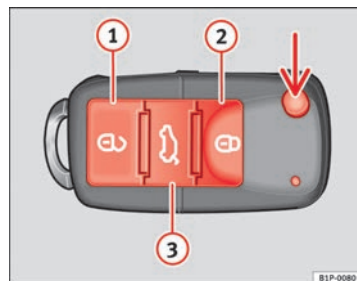

Fig. 64 Teclas de la llave con mando a distancia
Con la tecla ⇒ fig. 64 (flecha) del mando, se desbloquea el paletón de la llave.
Desbloqueo del vehículo ⇒ fig. 64 ①.
Bloqueo del vehículo ⇒ fig. 64 ②.
Desbloqueo del portón trasero. Pulse la tecla ⇒ fig. 64 ③ hasta que todos los intermitentes del vehículo parpadeen brevemente. Al pulsar la tecla de desbloqueo ③, dispone de 2 minutos para abrir el portón. Una vez transcurrido este tiempo se bloqueará de nuevo.
Además, el testigo de la pila de la llave ⇒ fig. 64, parpadea.
Pulsando una vez la tecla ⇒ fig. 64 ①, se abrirá sólo la puerta del conductor, permaneciendo el resto cerradas.
Pulsando dos veces la tecla  ⇒ fig. 64 , se desbloquearán todas las puertas.
- Pulse la tecla  ⇒ fig. 64 del mando a distancia.